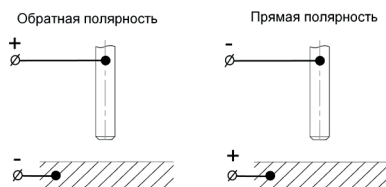

Рис. 8.5. Способы подключения.
**Существует два способа подключения сварочного оборудования для работы на постоянном токе (см. рис. 8.5):**